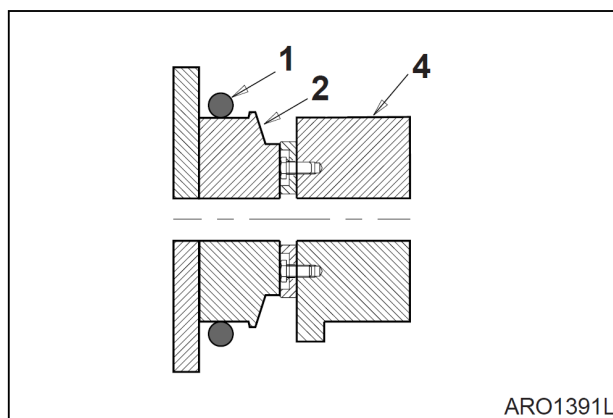

Рис. 8
3. Снять старое уплотнительное кольцо и временно установить новое (1, рис. 8) на выступ ковша (2). Убедиться, что канавки для уплотнительного кольца на рычажном механизме (4) и на выступе ковша очищены.